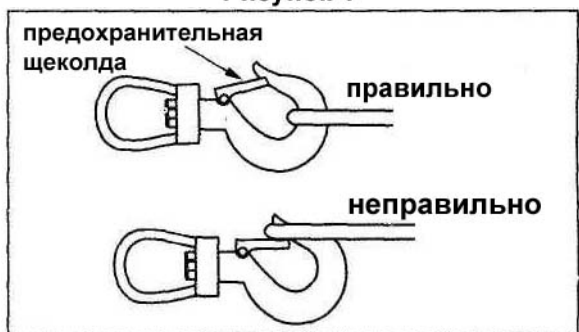

Рисунок 5
1. Зацепите трос в центре крюка под предохранительной щеколдой. Не фиксируйте трос перед предохранительной щеколдой. См. Рис. 5.